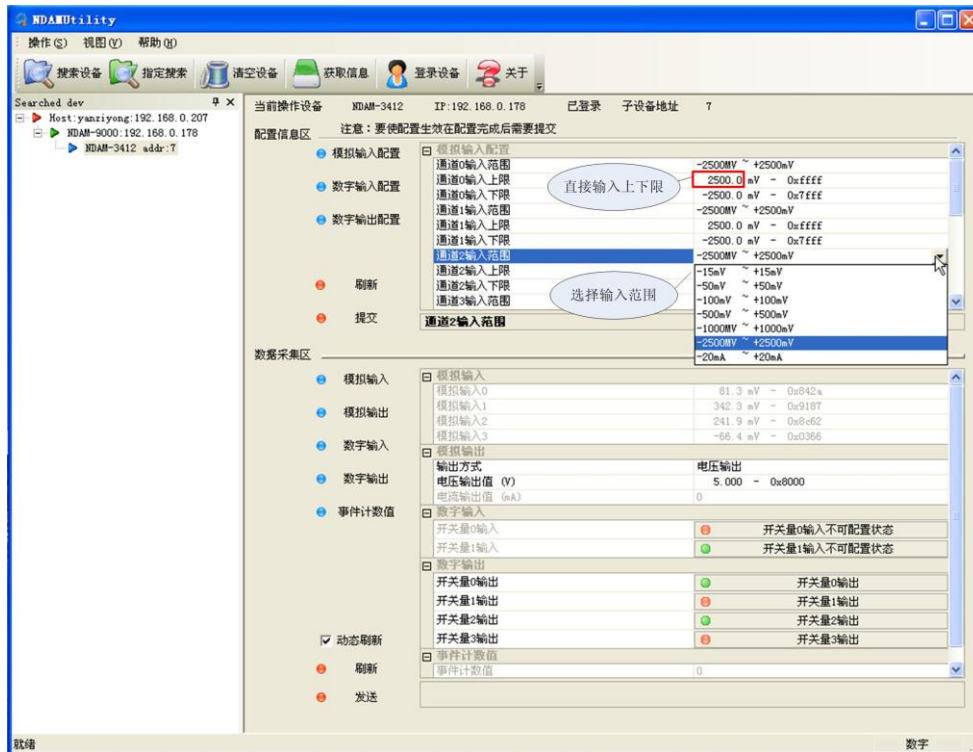

图 4.6 模拟量输入配置窗口操作
- 5) NDA-3412 模块具有 4 路模拟量差分输入通道，可独立配置通道的测量范围及上、下限。对 AI 通道进行操作，需先对通道参数进行配置。配置界面如图 4.6 所示。根据实际要测量信号的类型和范围选中各通道的配置类型，然后点击“提交”。